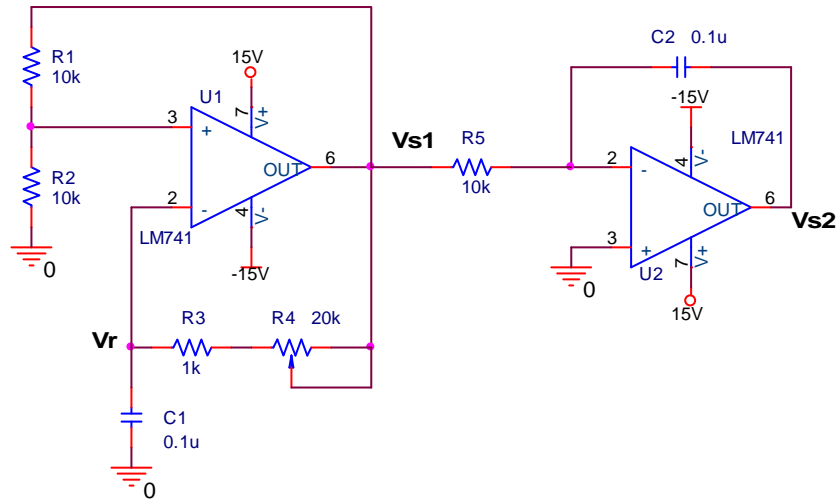

Figura 2
- 4) Con cuidado, retire el potenciómetro del circuito, mida la resistencia que presenta y anote su valor. Restituya el potenciómetro al circuito oscilador y conecte a su salida el amplificador integrador mostrado en la figura 2.